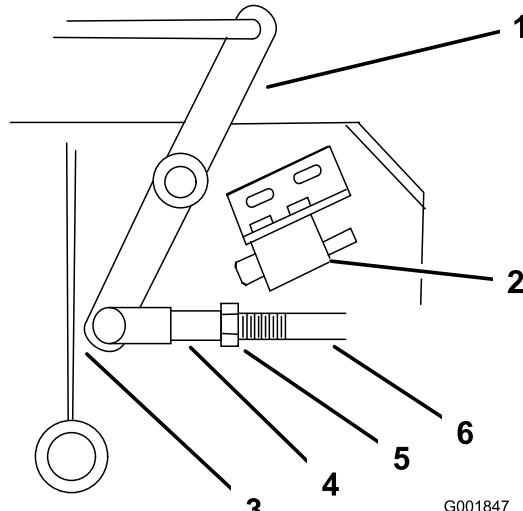

Figure 51
4. Ajustez la longueur de la timonerie de sorte que l'extrémité la plus basse du levier coudé passe juste le renfort de support de l'essieu (Figure 51).
9. Desserrez l'écrou contre la chape (Figure 51).